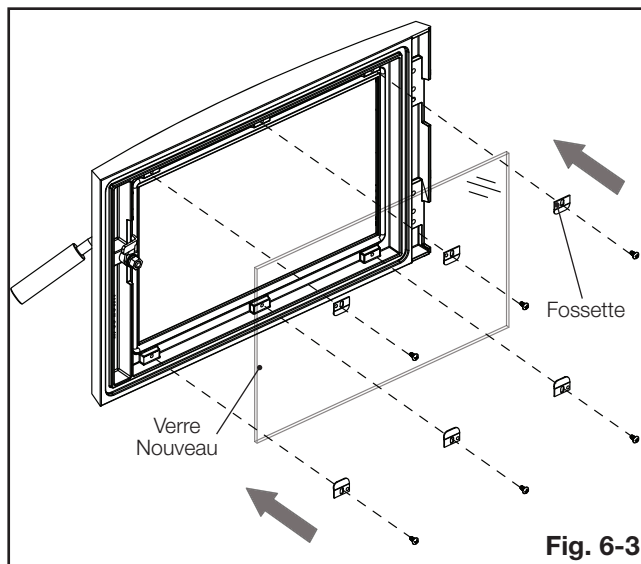

Fig. 6-3
7. Fixez encore les 6 supports de verre en installant les 6 vis précédemment retirés en étape 2 (**Fig. 6-3**). Assurez-vous que les fossettes des supports face en la direction opposé du verre.